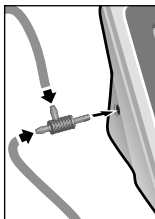

Рис.1
1. Подсоедините воздушные шланги манжеты и нагнетателя к тройнику. Вставьте тройник в гнездо на корпусе прибора (рис. 1).